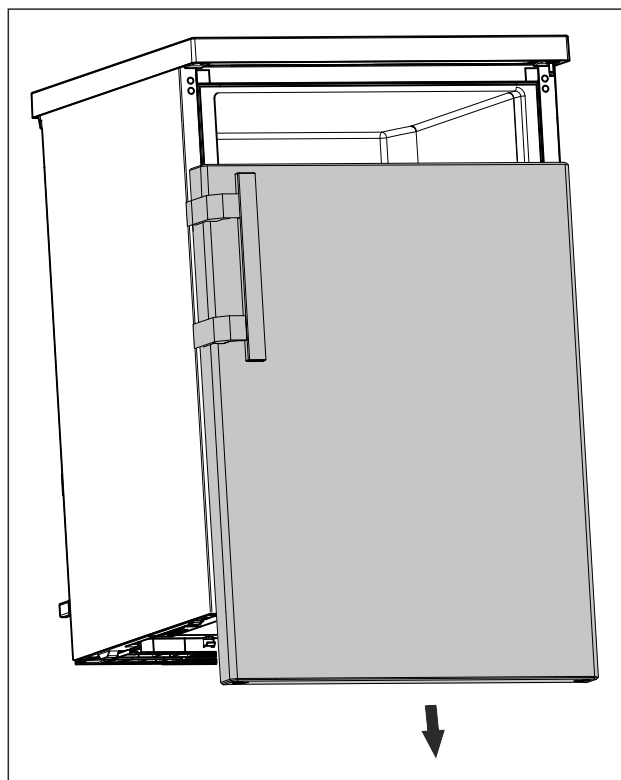

Fig. 17
- ▶ Sejměte dvířka směrem dolů. (viz Fig. 17)